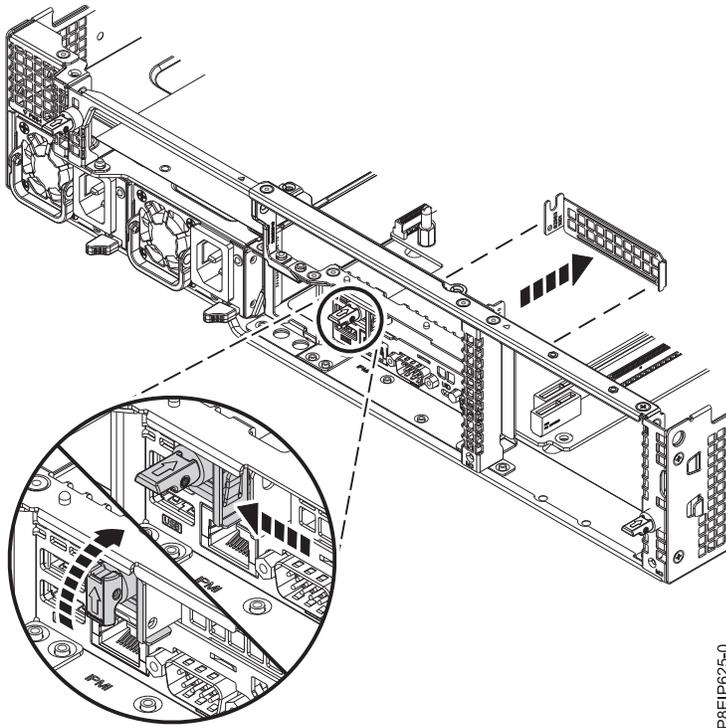

Figura 59. Liberando o suporte sobre trilhos
- a. Retraia o pino de retenção e deslize a abertura da porta de retenção para liberar o suporte sobre trilhos, conforme mostrado na Figura 59 na página 87.